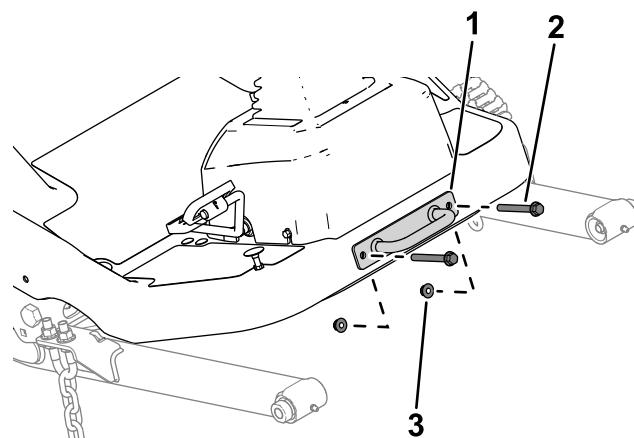

Figure 18
1. Déposez le support d'attache de la plate-forme (Figure 18).